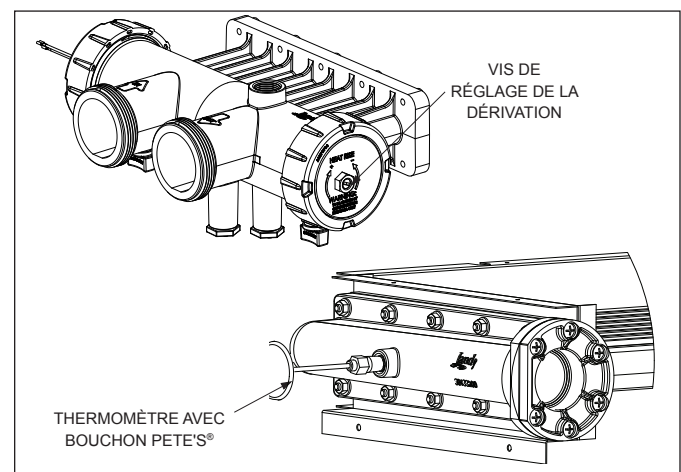

Figure 23. Mesure de la hausse de température
Avant de vérifier l'élévation de température, s'assurer que le filtre de la piscine est propre et que l'alimentation en gaz et les pressions du collecteur sont correctes. Au besoin, nettoyer tous les composants du système de filtrage. L'élévation de température est mesurée dans le collecteur de retour du Legacy. Pour mesurer l'élévation de température, mettre la pompe à filtre en marche et retirer le bouchon en plastique faisant saillie sur l'armoire sur le côté du réchauffeur où le collecteur de retour est situé. Voir Figure 23. Une fois le bouchon retiré, installer le raccord spécial de filetage et joint de bouchon de Pete® et insérer un thermomètre de poche. Un ensemble de mesure de l'élévation de température est disponible auprès de votre distributeur Jandy. Voir Section 11 de ce manuel pour obtenir le numéro correct de l'ensemble.
6. Repérer la vis de réglage de la dérivation sur le côté droit du collecteur, voir Figure 23. Dévisser l'écrou pour que la vis puisse être ajustée. Il est normal d'avoir une légère fuite d'eau à côté de l'écrou. Tourner la vis selon le sens antihoraire pour réduire l'élévation de température, et selon le sens horaire pour l'augmenter, tel que nécessaire pour atteindre les plages indiquées au tableau 6. Une fois le réglage effectué, resserrer l'écrou pour qu'il n'y ait plus de fuite.